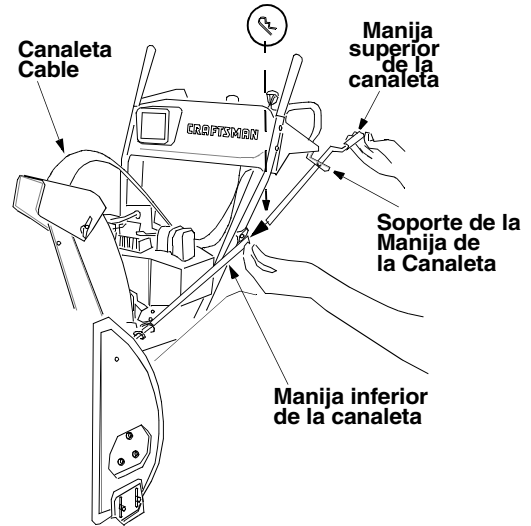

Figura 8
- Deslice la manija superior de la canaleta dentro de la manija inferior de la canaleta según se muestra en la Figura 8. Alinee los orificios en las dos partes de la manija de la canaleta, y asegure con el broche del cabello del grupo C del conjunto de la ferretería.